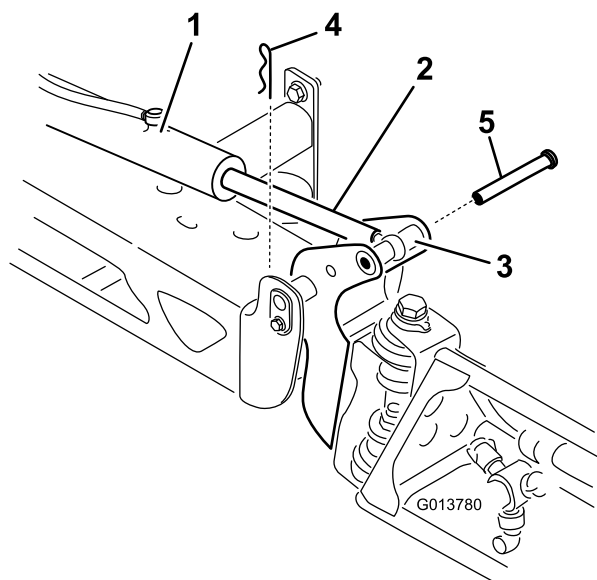

Figure 64
2. Retirez la goupille fendue de l'axe de pivotement (Figure 64).
- Soulevez la rampe et déposez l'axe (Figure 64). Abaissez lentement la rampe au sol.
- Élevez la rampe pour aligner le pivot sur la tige de vérin. Tout en maintenant la rampe, insérez l'axe dans le pivot de rampe et la tige de vérin (Figure 64).